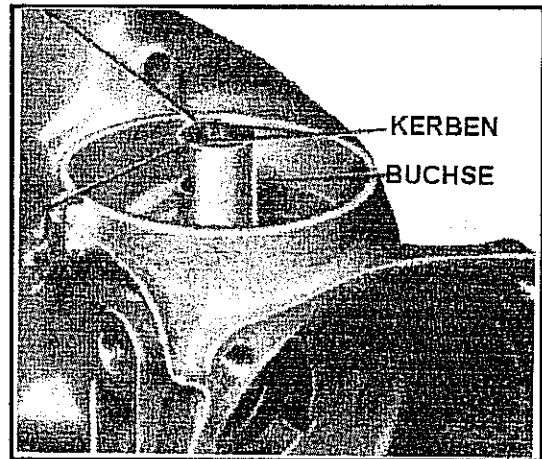

Abb. 10-166 Kerben am Getrieberegler zur Positionierung
- Wie in Abb. 10-166 gezeigt die Kerben an der Buchse so ausrichten, daß eine Kerbe zur Unterseite des Gehäuses zeigt, eine Kerbe zur Vorderseite des Gehäuses zeigt.